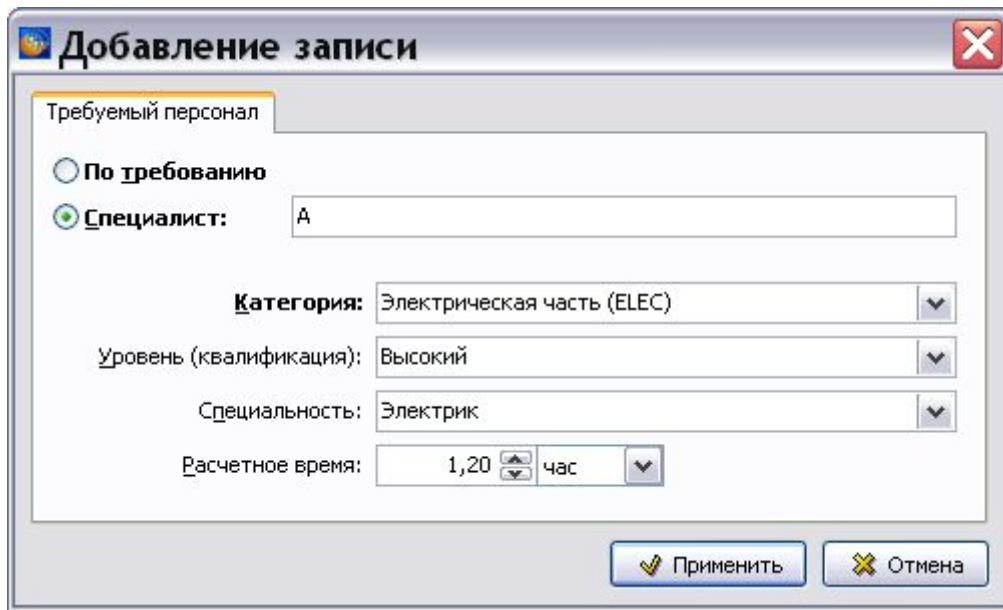

Рис. 5.42
6. Выберите уровень (квалификацию) специалиста, специальность и расчетное время выполнения им задачи из предлагаемых списков (Рис. 5.42). Данные поля являются необязательными для заполнения. Параметры **Уровень (квалификация) специалиста** и **специальность** выбираются из справочников, которые можно обновлять и редактировать так же, как справочник категорий.